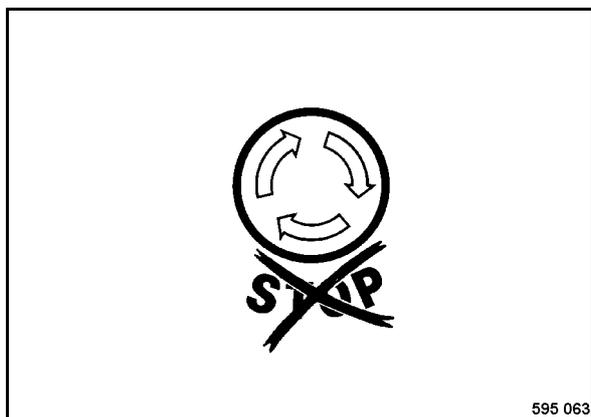

Рис. 50
- Проверить, деблокирован ли аварийный выключатель (Рис. 50).